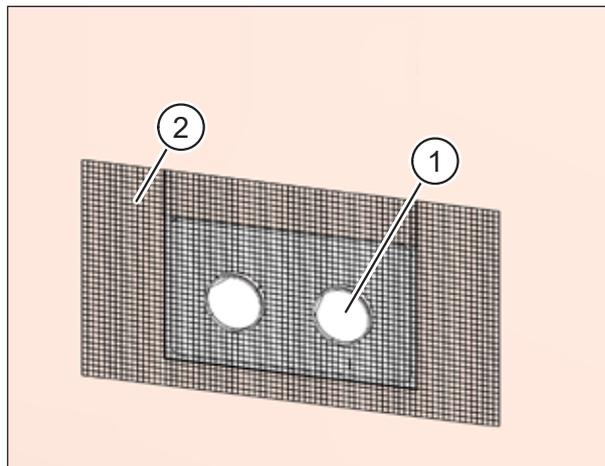
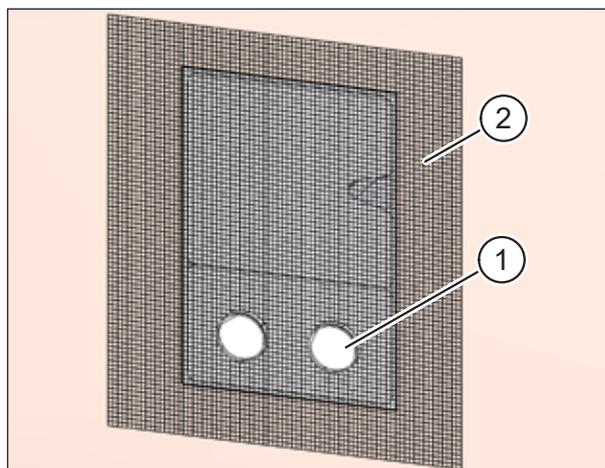

Abb. 37: Montageset **ohne** Füllstück einputzen
Abb. 38: Montageset **mit** Füllstück einputzen
- ▶ Setzen Sie die Putzschutzhülsen (Pos. 1 in Abb. 37 und Abb. 38) ein. Sie sollen soweit über die Massivwand herausragen, dass sie mit dem späteren Putzauftrag bündig abschließen. Die Putzschutzhülsen bilden die Beiputzfläche für den Außenputz.
- ▶ Bringen Sie das Putzgewebe (Pos. 2 in Abb. 37 und Abb. 38) außen auf Mauerkasten, Mauerwerk bzw. Fassadendämmung an.